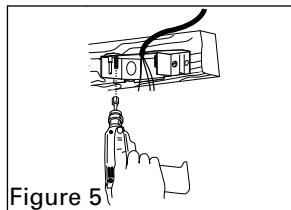

Figure 5
3. Pull wire into box through one of the knockouts and remount the box to the sidemount bracket using the two nylon insert locknuts (Figure 5). **Do not overtighten locknuts.**
3. Tirer le fil dans le boîtier à travers l'une des découpes et remonter le boîtier sur le support de montage latéral avec les deux écrous d'arrêt d'insert en nylon (Figure 5). Ne pas serrer excessivement les écrous d'arrêt.